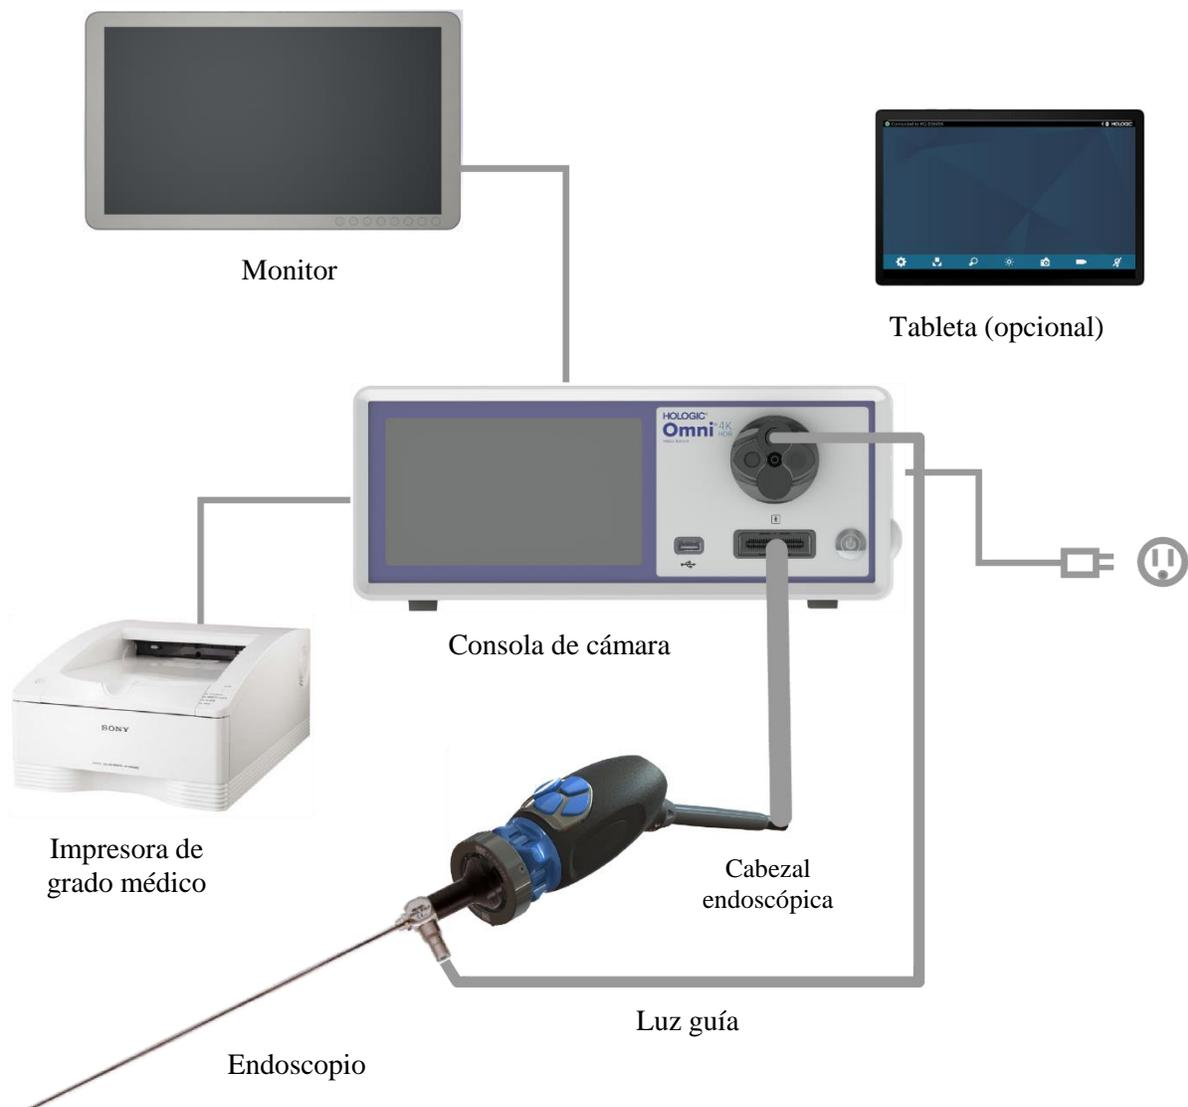

Figura 1 – I Ilustración de la instalación/configuración del sistema
Como referencia, en la figura 1 se ilustra una instalación típica.
- Use la figura 1 y las etiquetas del panel posterior como guía para conectar otro equipo compatible, si así se desea.